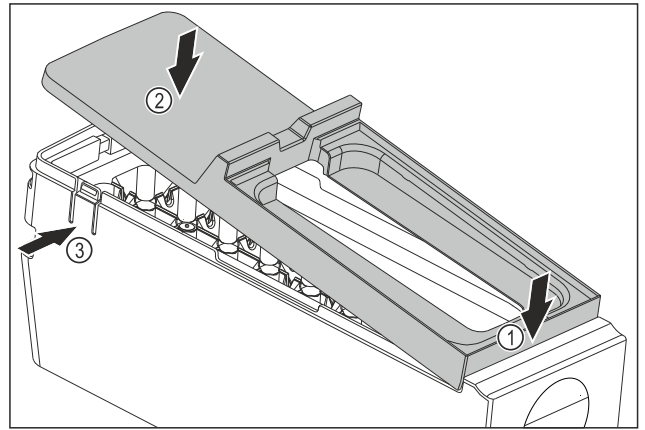

Fig. 115
- ▶ Montaż osłony korpusu EasyTwist-Ice: Osłonę założyć od przodu. Fig. 115 (1)
- ▶ Opuścić osłonę z tyłu. Fig. 115 (2)
- ▷ Osłona zatrzaskuje się słyszalnie w obu nakładkach Fig. 115 (3).